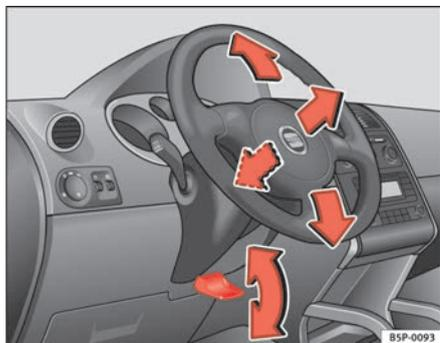

Fig. 132 Réglage de la position du volant de direction
- Basculez le levier ⇒ fig. 132 situé sous la colonne de direction vers le bas ⇒ ⚠.